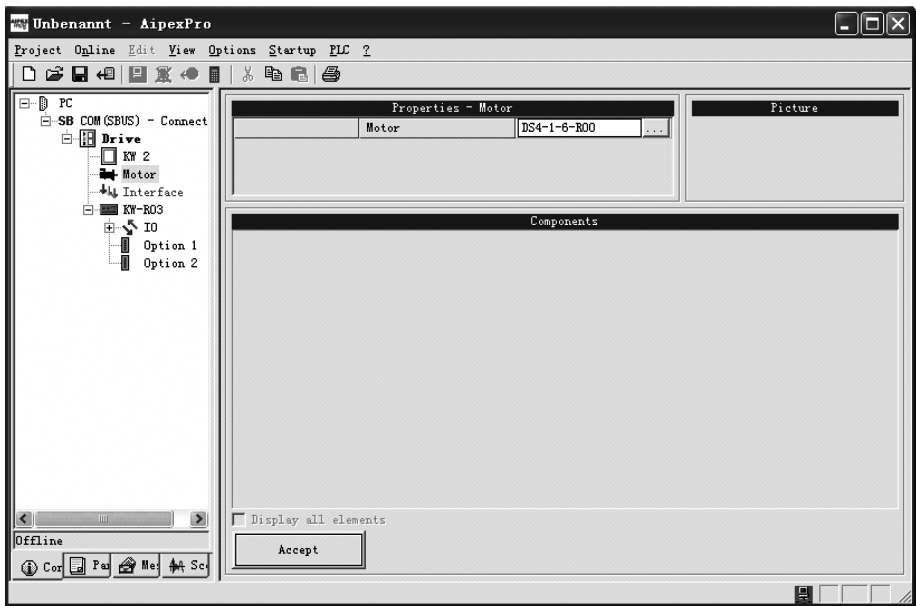

图 4-9 电动机选型后显示界面
6) 完成型号及参数确认后, 在右侧电动机属性框中可以看到所选的 ID 号为 C580AD 的电动机其型号为 DS4-1-6-R00, 如图 4-9 所示。